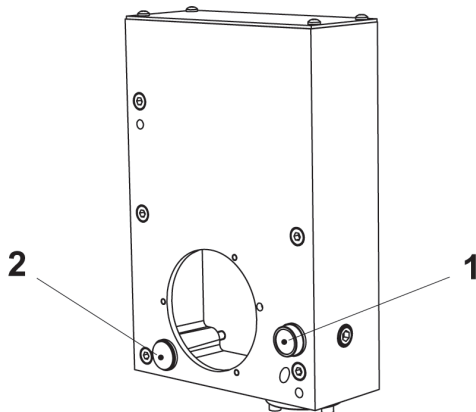

Figure 16 - Remplissage d'huile, boîte de vitesses de descente
- Ajouter de l'huile par l'orifice de remplissage (1) au centre de l'indicateur de niveau d'huile (2), voir figure 16. Il est recommandé de garder environ 0,3 litre en réserve en cas de besoin.